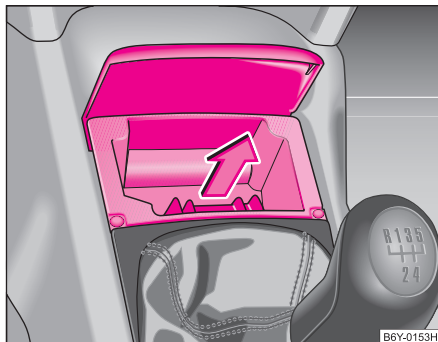

Abb. 70 Mittelkonsole:
- Ascherdeckel aufklappen und Aschereinsatz nach oben in Pfeilrichtung herausnehmen ⇒ **Abb. 70**.